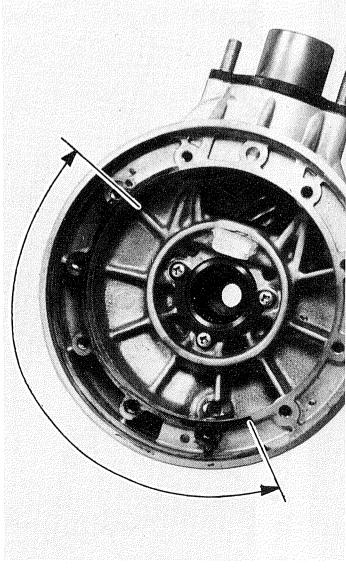

Abb. 8-36
- Nachdem Zahnradspiel, Zahnkontakt und Abstand zwischen Lagerdeckel und Lager eingestellt sind, den Endtriebsgehäusedeckel entfernen, die Dichtungsflächen gründlich reinigen, und flüssige Dichtungsmasse SUZUKI BOND No. 4 auf die unten angezeigten Flächen auftragen. (Abb. 8-36)